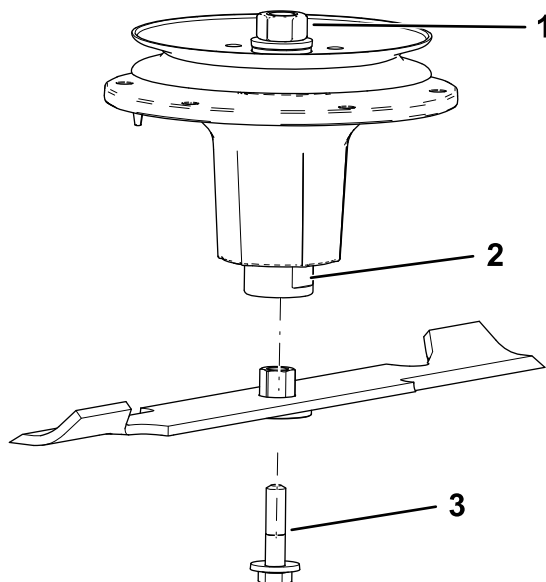

Figure 74
2. Installez l'ensemble douille/lame sur l'axe de pivot (Figure 74).